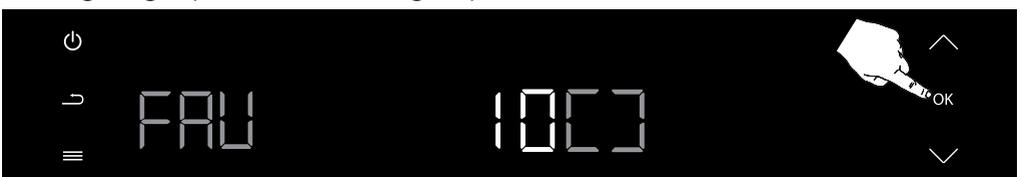

Abbildung 78
Nach der Auswahl der Favoritennummer wird durch einen langen Druck auf die Bestätigungstaste (OK) der Garvorgang zu den Favoriten hinzugefügt. (siehe Abbildung 78)